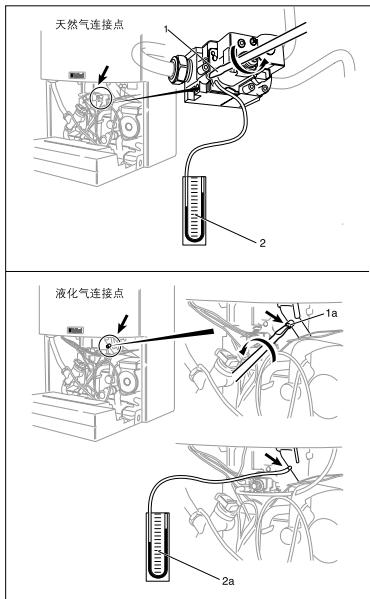

图 9.2 检测燃烧器压力
#### 9.3 安装压力计，检测燃烧器压力(参见图 9.2)
- 按图 9.2 所示将燃气压力计连接至壁挂炉燃烧器压力检测点；